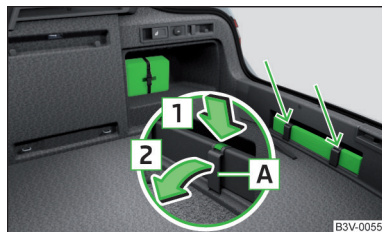

Abb. 219
Der Verbandskasten kann mithilfe eines Spannbands an der rechten Seite des Gepäckraums befestigt werden » Abb. 219.
Das Warndreieck kann in die Verkleidung der Rückwand eingeschoben und mit dem Befestigungsband gesichert werden » Abb. 219.
- › Die Verriegelung am Band in Pfeilrichtung **1** drücken » Abb. 219.